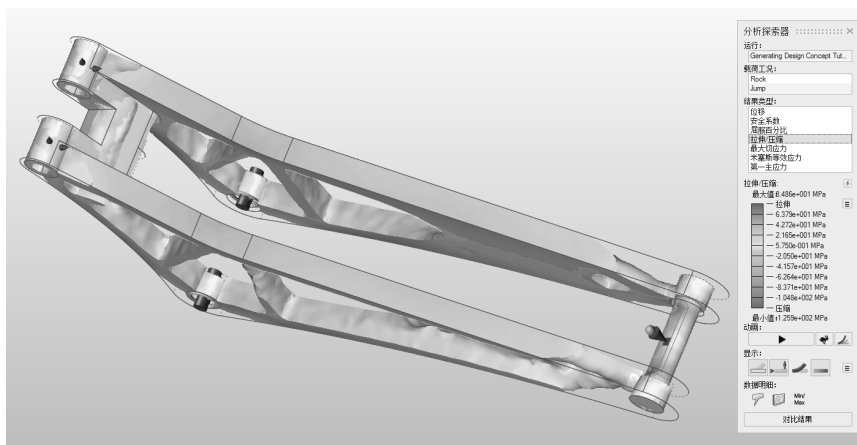

图 10-16
1) 选择结果类型下的拉伸/压缩。模型中显示为橙色的区域受到张力影响，绿色区域则受压缩力影响，如图 10-16 所示。